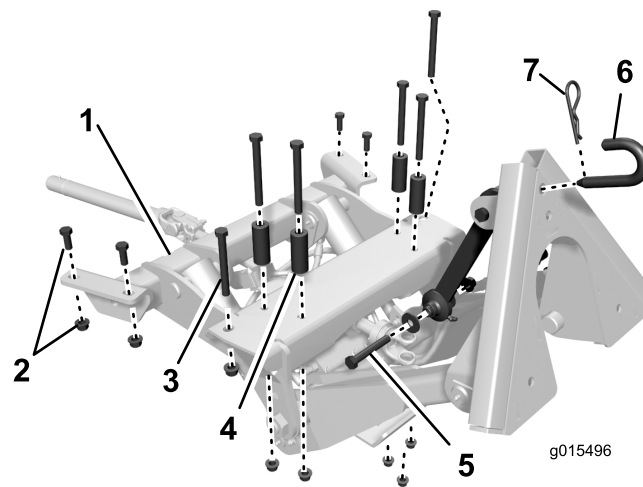
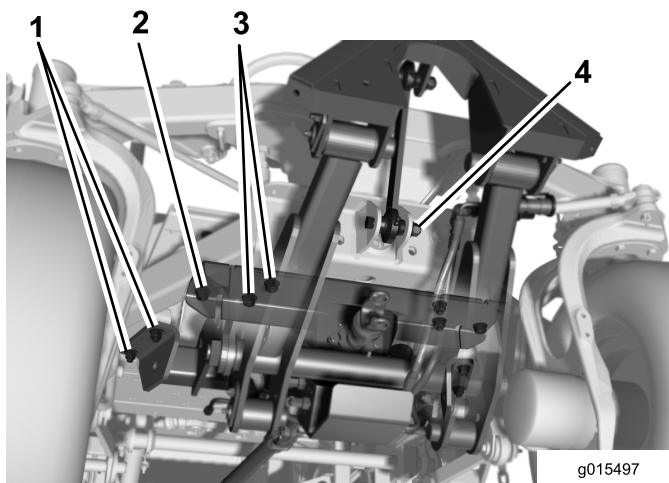
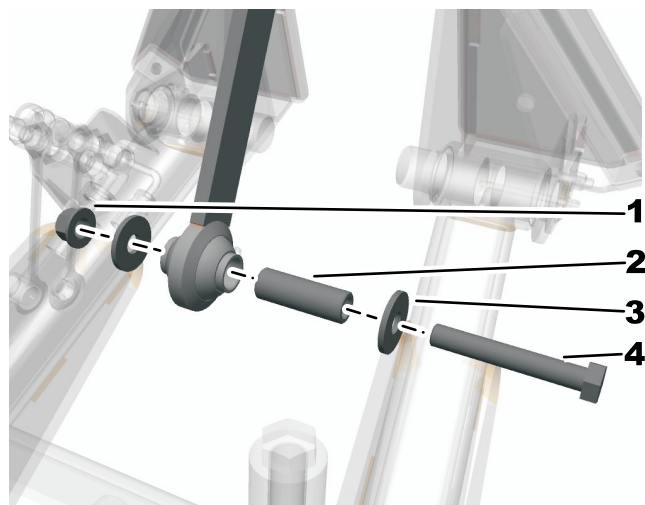

Figure 5
Figure 6
Figure 7
1. La Figure 5 montre une vue de dessus de l'emplacement, du positionnement et de la taille des fixations utilisées pour fixer le cadre avant à la surface inférieure du cadre du groupe de déplacement.
5. Fixez chaque côté de l'avant de l'accessoire aux profilés du cadre en insérant une vis 1/2 x 4-1/2" et un écrou à embase 1/2" dans le trou extérieur (Figure 6).
6. Sur l'arrière de l'accessoire, fixez sans serrer chaque côté aux profilés de cadre avec 2 vis 1/2 x 1-1/4" et écrous à embase 1/2" (Figure 6).
7. Utilisez les 4 derniers trous pour fixer l'accessoire à la plaque transversale du cadre au moyen de vis 1/2 x 4-1/2", entretoises et écrous à embase 1/2" (Figure 6). Positionnez les entretoises entre la tête de vis et la plaque transversale.
9. Fixez le bras de liaison supérieur au support d'essieu avec la vis 1/2 x 3-1/4", 2 rondelles de support et un contre-écrou 1/2" (Figure 5 et Figure 6). Les rondelles doivent être placées à l'extérieur des oreilles sur le support d'essieu. Posez l'entretoise et serrez-la à un couple de 91 à 113 N·m (Figure 7).